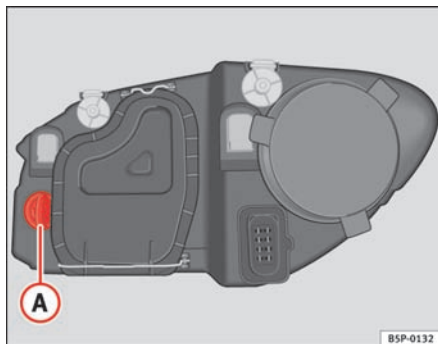

Fig. 188 Blinklyspære
- Drej fatningen ⇒ fig. 188 **A** mod venstre, og træk i den.